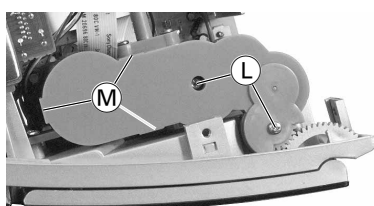

Fig. 12
- 2 Schrauben ④ (Fig. 12) herauserschrauben.
- 3 Rastnasen ⑤ (Fig. 12) ausrasten.
- Undo 2 screws ④ (Fig. 12).
- Disengage 3 catches ⑤ (Fig. 12).